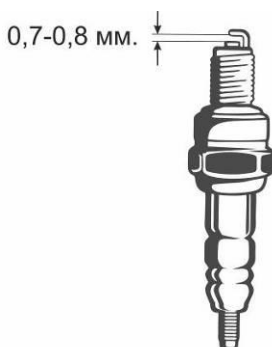

Рис. 15. Свеча зажигания.
4. Измерьте зазор между электродами свечи зажигания специальным щупом. Зазор должен быть 0,7-0,8 мм. (Рис. 15) При увеличении, или уменьшении требуемого зазора, рекомендуется заменить свечу, т.к. регулировка зазора может привести к изменению качества искрообразования.